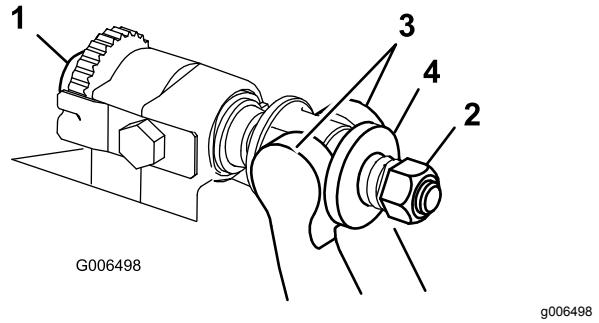

Bild 36
1. Drehen Sie die Einstellschrauben des Untermesserträgers nach links, um den Abstand zwischen Untermesser und Spindel zu vergrößern (Bild 36).
2. Drehen Sie die Federspannungsmutter so weit hinaus, bis die Scheibe nicht mehr gegen den Untermesserträger angespannt ist (Bild 36).